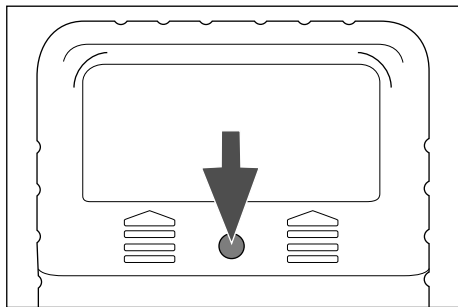

Fig. 1
- 1) Allentare la vite superiore che si trova sul lato posteriore dell'apparecchio con il cacciavite **7** fornito (vedere fig. 1). Togliere il coperchio del vano pile spingendolo verso l'alto.